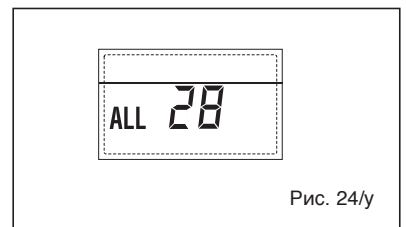

Рис. 24/у
– АНОМАЛИЯ В КОЛИЧЕСТВЕ ПОДКЛЮЧЕННЫХ ПЛАТ “ALL 29” (рис. 24/з)